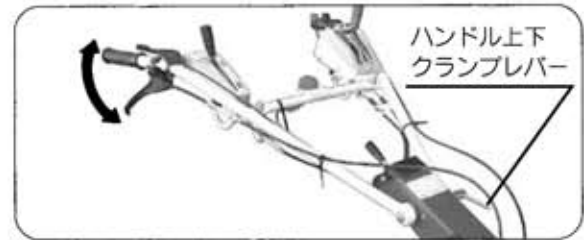

図51
- ① ハンドル上下クランプレバーをゆるめ、ハンドルの菊座とフレームの菊座の凸凹が丁度合う位置で、クランプレバーを確実に締付けてください。(図51)